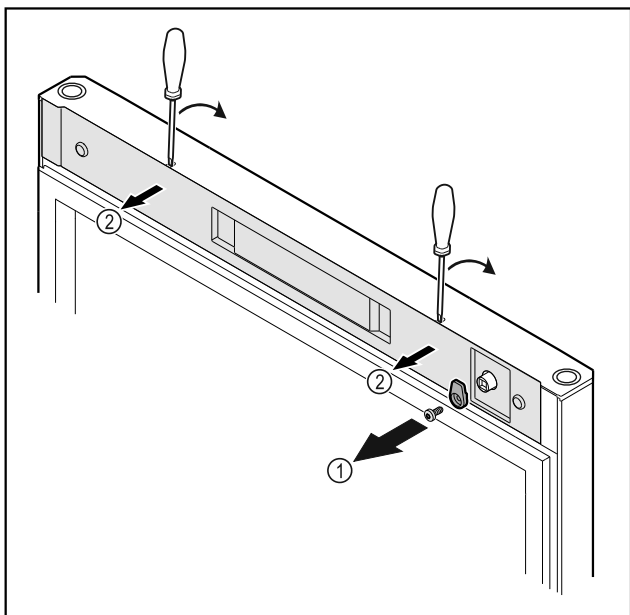

Fig. 18
- Skruva av låskroken Fig. 18 (1).
- Lossa skyddet Fig. 18 (2) med en liten skruvmejsel och ta av det.